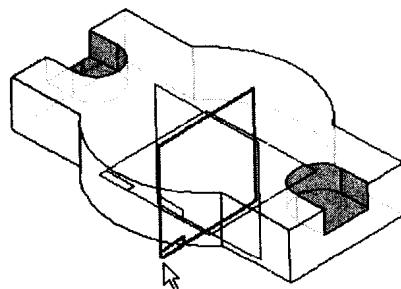

图 1-20 镜像特征
(4)使用如图 1-20 所示参考平面作为对称面，镜像刚建立的除料特征。